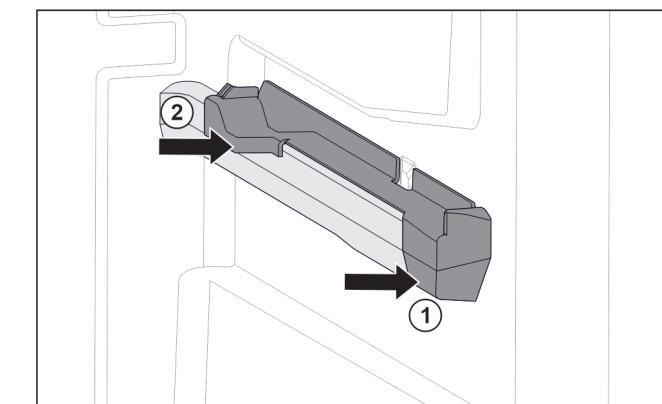

Fig. 70 Вставная часть на правом контейнерном ребре
- Наденьте вставную часть спереди на контейнерное ребро. Fig. 70 (1)
- Нажмите на вставную часть сзади. Fig. 70 (2)